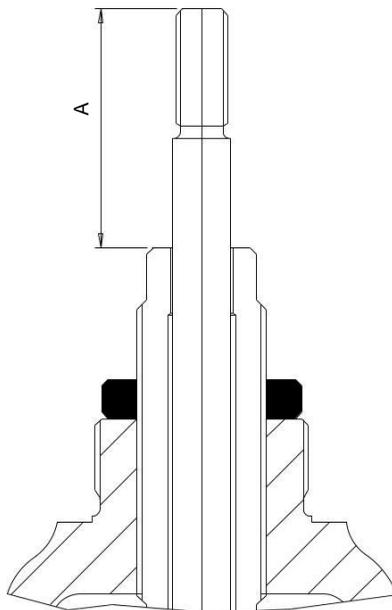

Figura 06
Anote la dimensión A, de acuerdo con la Figura 06, esta información será necesaria para posicionar el Tornillo de regulación (24) al volver a montar la válvula.